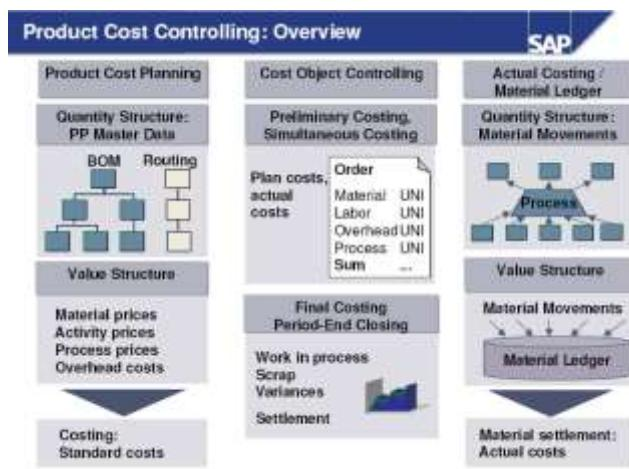

Figura 35: CO-PC(Copyright SAP AG)
**CO-PC (Product Cost Controlling)** este focalizat pe aspectele de planificare a costurilor de producție a unui produs sau serviciu (Figura 35). El calculează costurile care apar la fabricarea unui produs sau la furnizarea unui serviciu și permite stabilirea prețului minim la care produsul poate fi comercializat (vândut) profitabil. Evaluarea costului unui produs se face prin submodulul PCC care permite și comparații între costul planificat și costul actual. Conține următoarele componente: